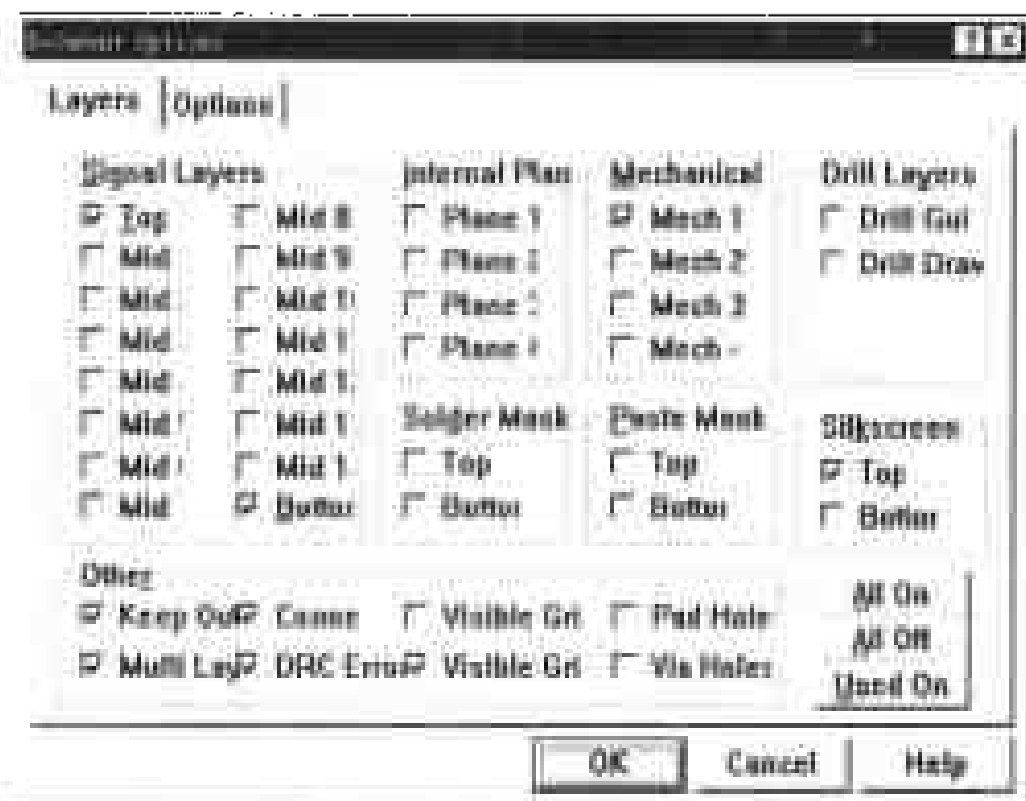
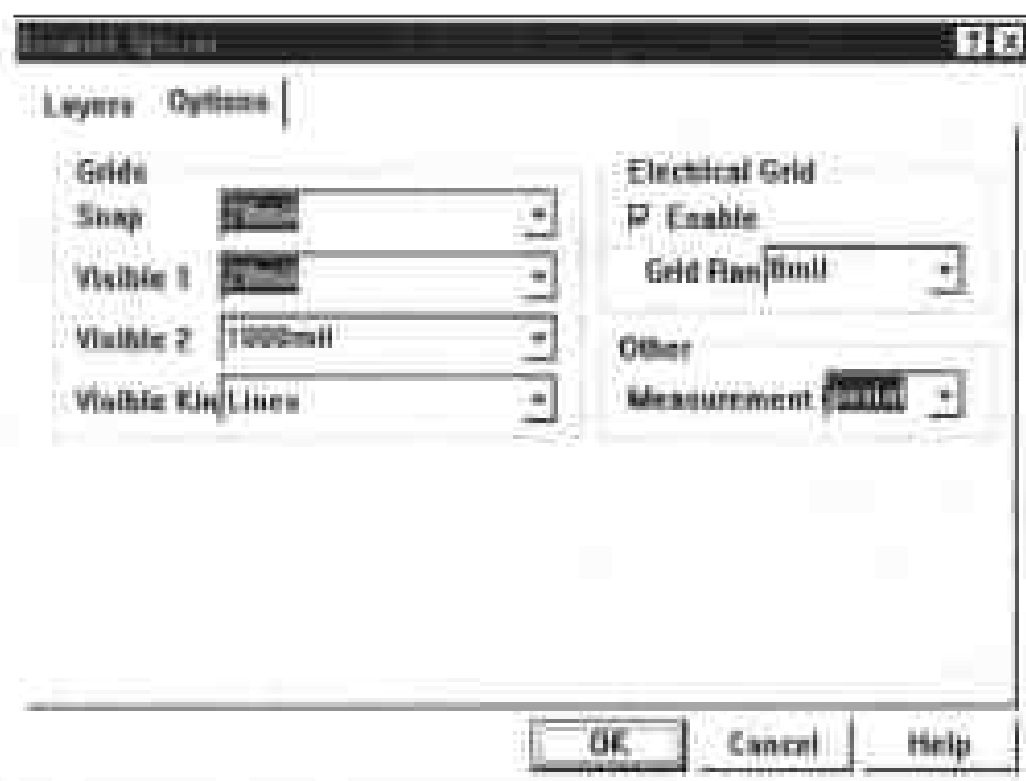

图 5-136 Document Options 对话框的 Layers 标签页
图 5-137 Document Options 对话框的 Options 标签页
(1) 主菜单启动。在设计窗口中选择主菜单的菜单项 Design\Options..., 即可启动 Document Options 对话框。在此对话框中包含两个标签页, 即 Layers 和 Options, 分别用于设置工作层面和电路板属性, 如图 5-136 和图 5-137 所示。
(2) 快捷键启动。在设计窗口中, 从键盘上连续按动键 D、O, 即可启动 Document Options 对话框。
(3) 右键法启动。在设计窗口单击鼠标右键, 如果选择弹出菜单的 Options\Broad Options..., 将可以打开对应于 Document Options 对话框的 Options (电路板选项) 页。如果选择弹出菜单的 Options\Layers..., 将可以看到对应于文档选项对话框的 Layers... (板层选项) 页, 如图 5-136 和 5-137 所示。
单击 Document Options 对话框的“Layers”标签，将出现“Layers”页面，如图 5-136 所示。该页主要用来设置工作板层，它包含 8 个区域。
单击 Document Options 对话框的 Options 标签, 将出现 Options 页面, 如图 5-137 所示。此页主要是用于栅格、捕捉和系统度量单位的设置。